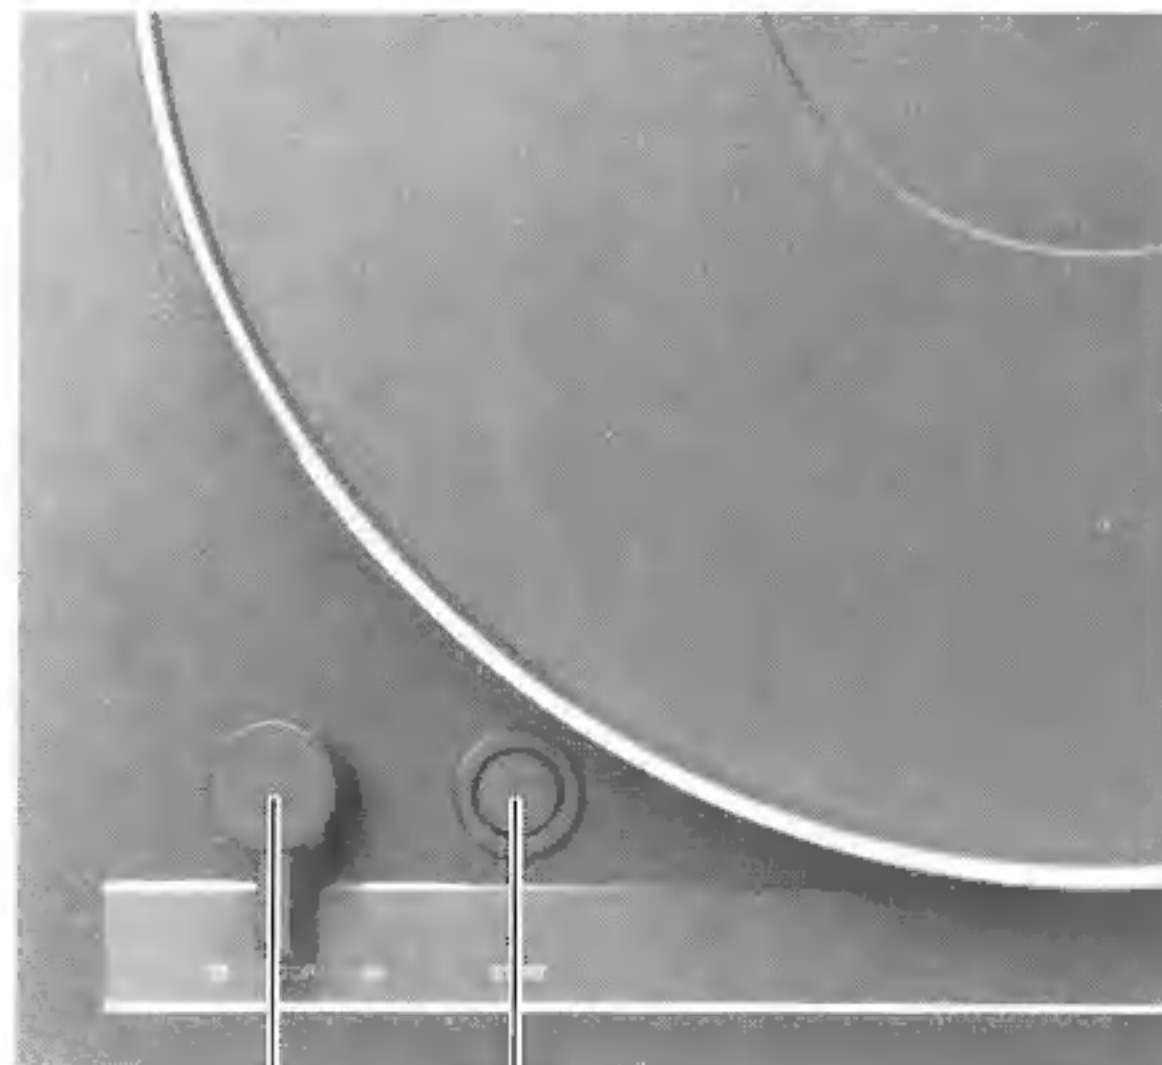

Fig. 9
Wählen Sie mit dem Schalter ① (Fig. 9) die Abspielgeschwindigkeit.
Schalten Sie mit der Taste START ② (Fig. 9) den Plattenspieler ein. Der Plattenteller dreht sich.